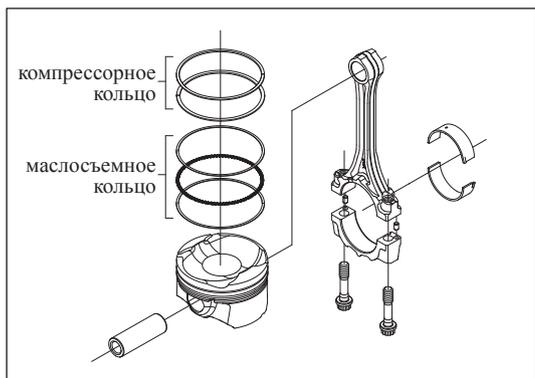

Рис. 13-2-3. Снятие поршневого кольца
- в) Снять верхний и нижний вкладыши шатуна, как изображено на рис. 13-2-3.
(2) Снятие поршневых колец
- а) Снять верхнее и нижнее компрессорные кольца, как изображено на рис. 13-2-3.
- б) Снять маслосъемные кольца, как изображено на рис. 13-2-3.